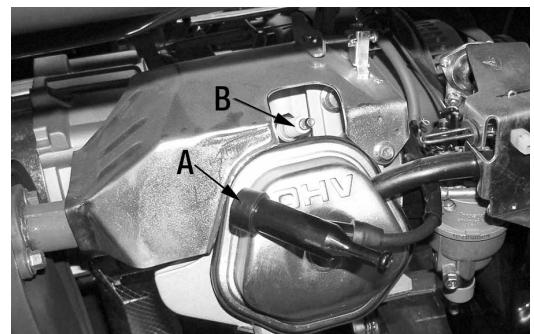

Figure 14
- 1) Tirez et retirez le fil et capuchon de la bougie (A) Fig.14, ceci vous donnera accès à la bougie (B). En utilisant la clé de déblocage de la bougie fournis, dévissez et retirez la bougie en la tournant dans le sens anti-horaire.